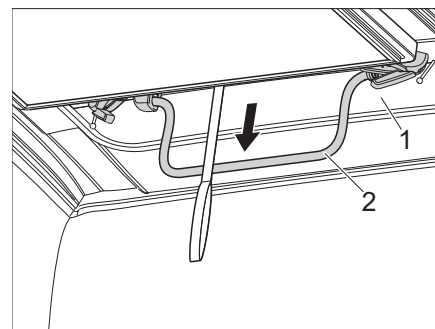

Figura 51 Tirar el techo elevable hacia abajo
- Tirar del techo elevable (Figura 51,1) **lentamente** hacia abajo en el soporte (Figura 51,2), mirando hacia atrás, y observar si los fuelles de tela caen limpiamente hacia adentro.